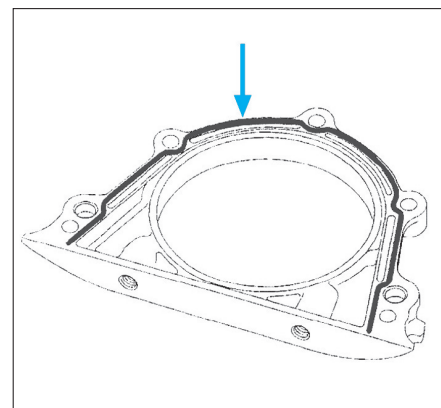

Fig. 68
- Remonter la plaque de fermeture du vilebrequin côté volant moteur après avoir appliqué un cordon de 1,3 mm de largeur de pâte d'étanchéité (Rhodorseal 5661) (Fig.68).